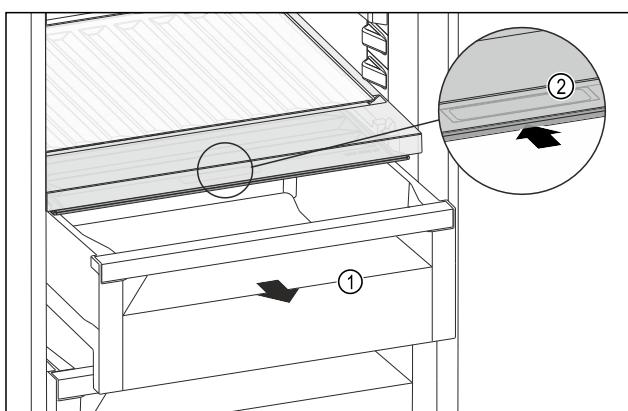

Fig. 171
- Изтеглете чекмеджето Fig. 171 (1).
- Хванете вдълбнатия захват Fig. 171 (2) на капака на отделението и едновременно с това избутайте назад капака на отделението.